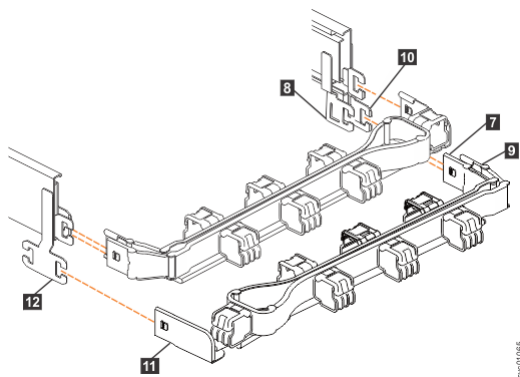

Figure 77. Comparaison de l'emplacement des composants des éléments du bras de routage des câbles
Remarque : La procédure de fixation de l'élément inférieur du bras de routage des câbles est identique à la procédure de fixation de l'élément supérieur. Cependant, les emplacements des connecteurs sont inversés. A titre de comparaison, la Figure 77, à la page 69 représente les éléments supérieur et inférieur du bras de routage des câbles alignés sur les glissières de support. Le connecteur de la glissière de support de l'élément supérieur du bras de routage des câbles se fixe à la glissière droite. Le connecteur de la glissière de support de l'élément inférieur du bras de routage des câbles (11) se fixe à la glissière gauche.
5. Installez le connecteur interne de l'élément inférieur du bras de routage des câbles (**7**) sur l'élément interne de la glissière de support droite (**8**), comme illustré dans la Figure 77, à la page 69).
6. Installez le connecteur externe de l'élément inférieur du bras de routage des câbles (**9**) sur l'élément externe de la glissière de support droite (**10**), comme illustré dans la Figure 77, à la page 69.
7. Fixez le connecteur de la glissière de support sur le bras de routage des câbles inférieur (**11**) au connecteur sur la glissière de support gauche (**12**), comme illustré dans la Figure 77, à la page 69.